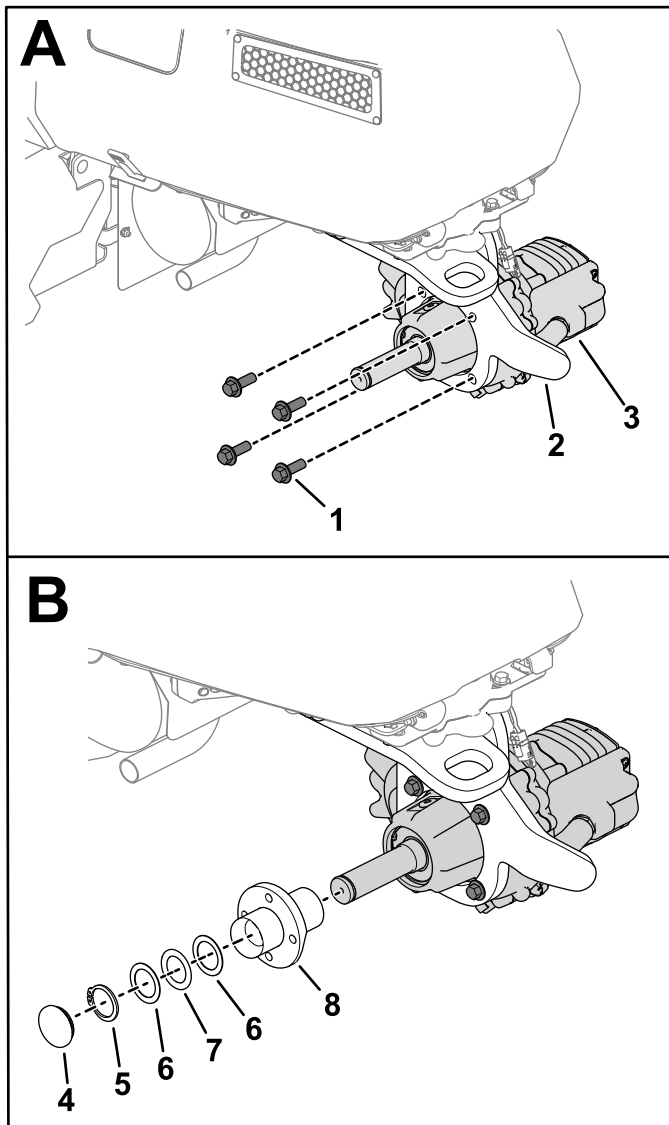

Figura 3
1. Retire la anilla a presión (se muestra en la Figura 3) del eje.
2. Retire el conjunto de cubo (se muestra en la Figura 3) de la caja de engranajes.
Nota: Observe la orientación correcta de la caja de engranajes, tal y como se muestra en la Figura 3. El eje debe apuntar hacia el lado izquierdo de la máquina.
- Utilice 4 pernos (M12) para fijar la caja de engranajes a la horquilla de la rueda giratoria (A en la Figura 3).
- Instale el conjunto de cubo, la anilla a presión y el tapón guardapolvocon en el eje (B en la Figura 3).
Nota: Si las arandelas de empuje y el cojinete se han retirado del conjunto del cubo, móntelos tal y como se muestra en la Figura 3.